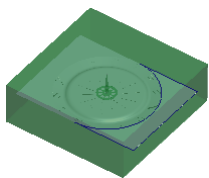
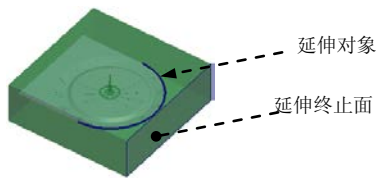

图 23.24 延伸 2
图 23.25 延伸参考
Step5. 创建图 23.24 所示的延伸 2。选取图 23.25 所示的旋转曲面边线为延伸对象；单击 **分型面** 功能选项卡 **编辑** 区域的 延伸按钮；在操控板中按下 按钮；在系统的提示下，选取图 23.25 所示的表面为延伸的终止面；在 **延伸** 操控板中单击 按钮。